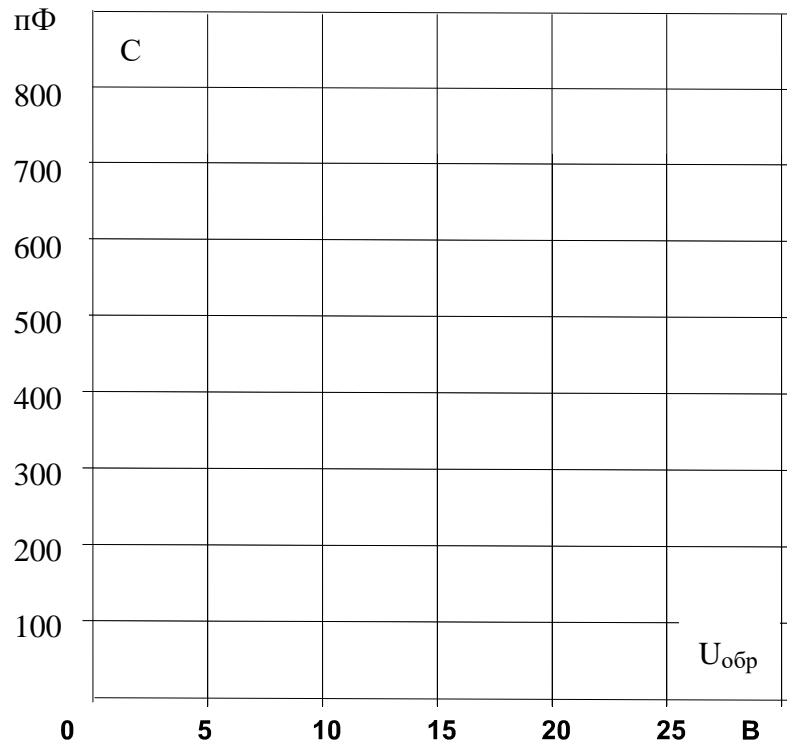

Рис. 3.2.5
- Занесите значения емкости варикапа в табл. 3.2.1. Затем постройте зависимость емкости запорного слоя C от обратного напряжения $U_{\text{обр}}$ на графике (рис. 3.2.5).